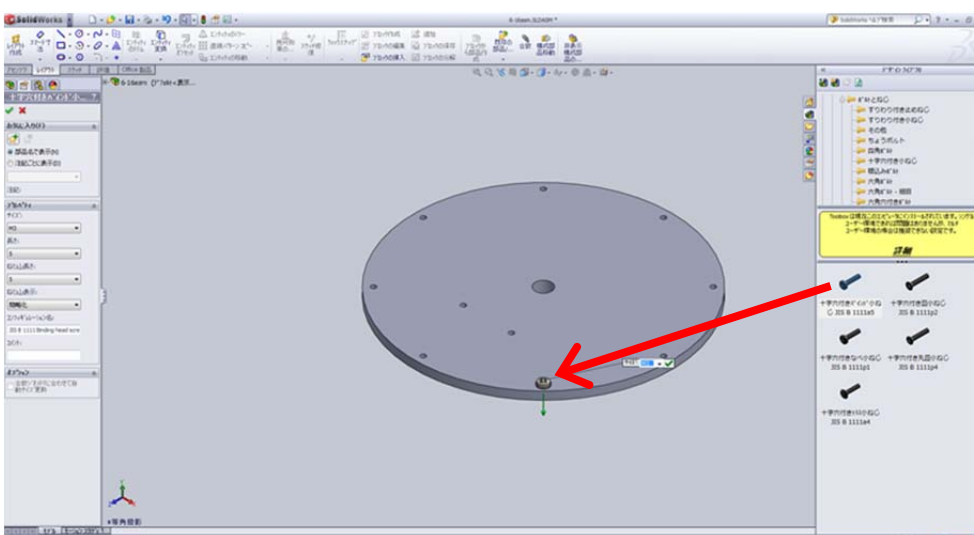

図 6.
- ④ 座金を挿入し「OK」を選択すると「構成部品の挿入」となり複数の座金を挿入することができる。作業を終了するには「キャンセル」をクリックするか **Esc** キーを押す。
- ⑤ ねじも同様に **Toolbox** 内の「ねじ」の中から選択し挿入すればよい (図 6)。ドラッグして座金の上まで持っていけば挿入できる。